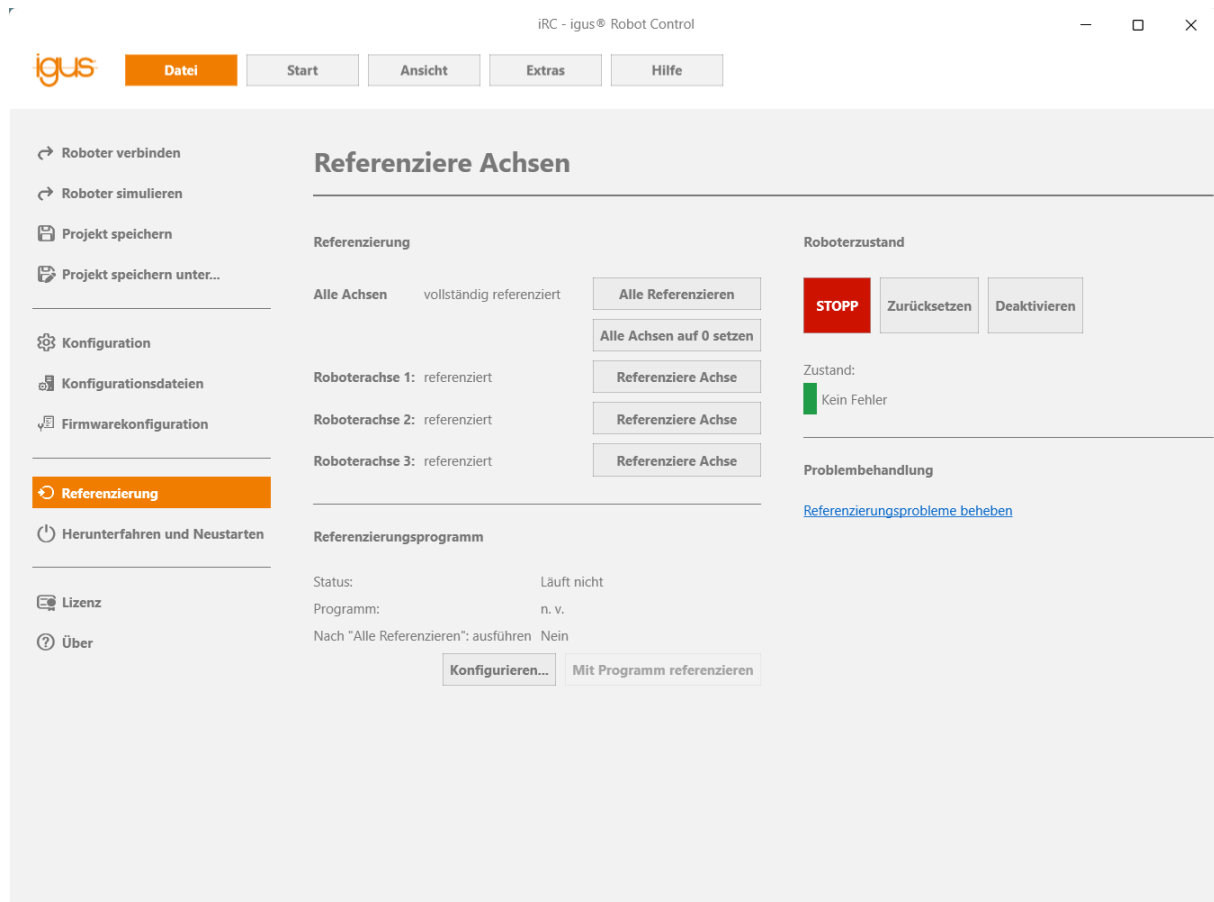

Abbildung 12: Referenzierung der Achsen.
4. Klicken Sie auf die Schaltflächen "Referenziere Achse", um mit der Referenzierung einer Achse zu beginnen, siehe Abb. 12. Mehrere Gelenke können die Referenzierung parallel durchführen.